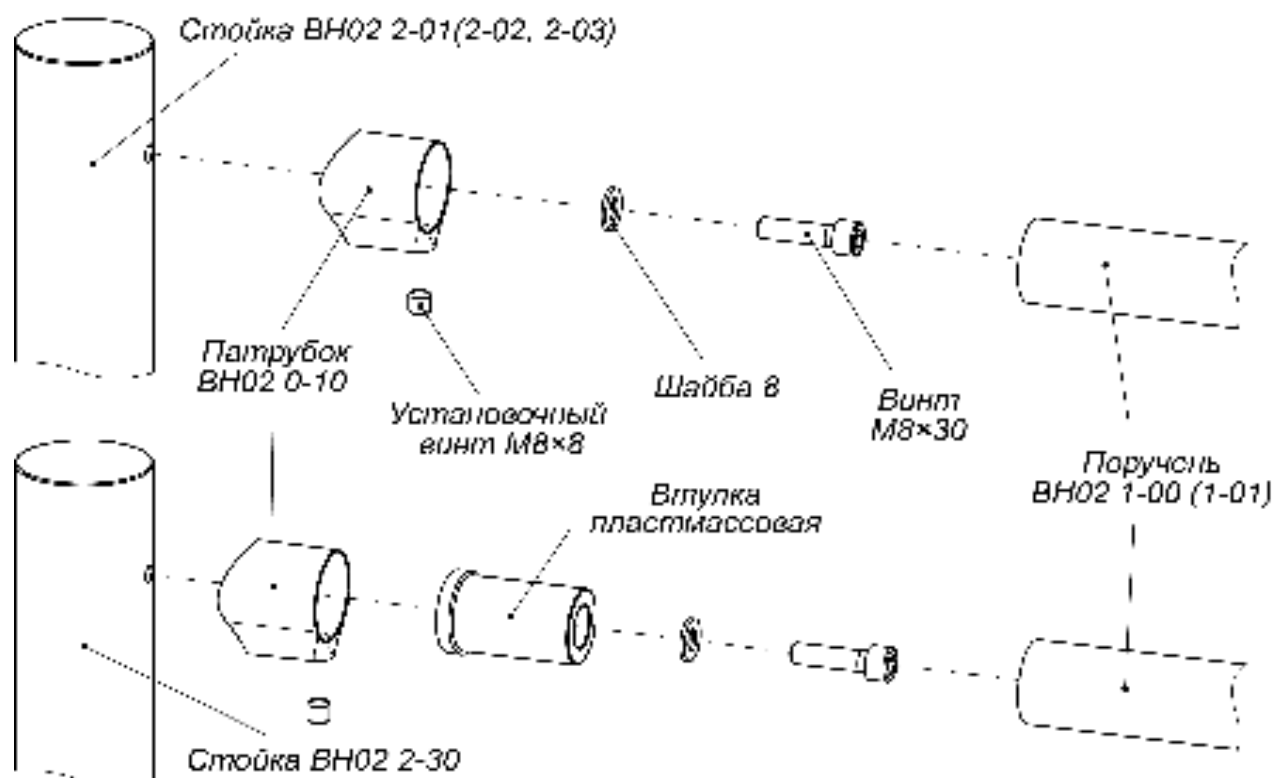

Рисунок 9. Схема крепления поручней к стойкам ограждения с использованием прямого патрубка BH02 0-10
2. На стойках секции закрепите винтами М8×30 патрубки **ВН02 0-10(11)** для крепления поручней (см. рис. 9, 10). Винты входят в комплект поставки патрубков.
2. На обеих стойках секции **BH02 2-30** соберите патрубки **BH02 0-10** для крепления поручней, предварительно вставив в них втулки пластмассовые из комплекта поставки стоек (см. рис. 9), и закрепите их на стойках винтами M8×30 из комплекта поставки патрубков. Поручни в патрубки устанавливаются позже.